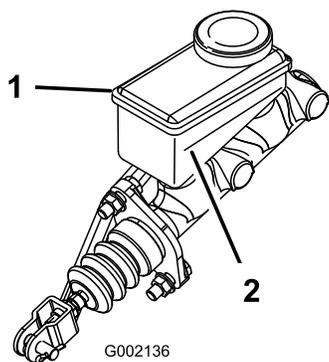

Figure 15
3. Observez le repère de niveau sur le côté du réservoir (Figure 15).
- B. Versez du liquide de frein DOT 3 dans le réservoir jusqu'à ce que le niveau dépasse le repère minimum (Figure 15).
5. Placez l'obturateur en caoutchouc au sommet du tableau de bord (Figure 15).